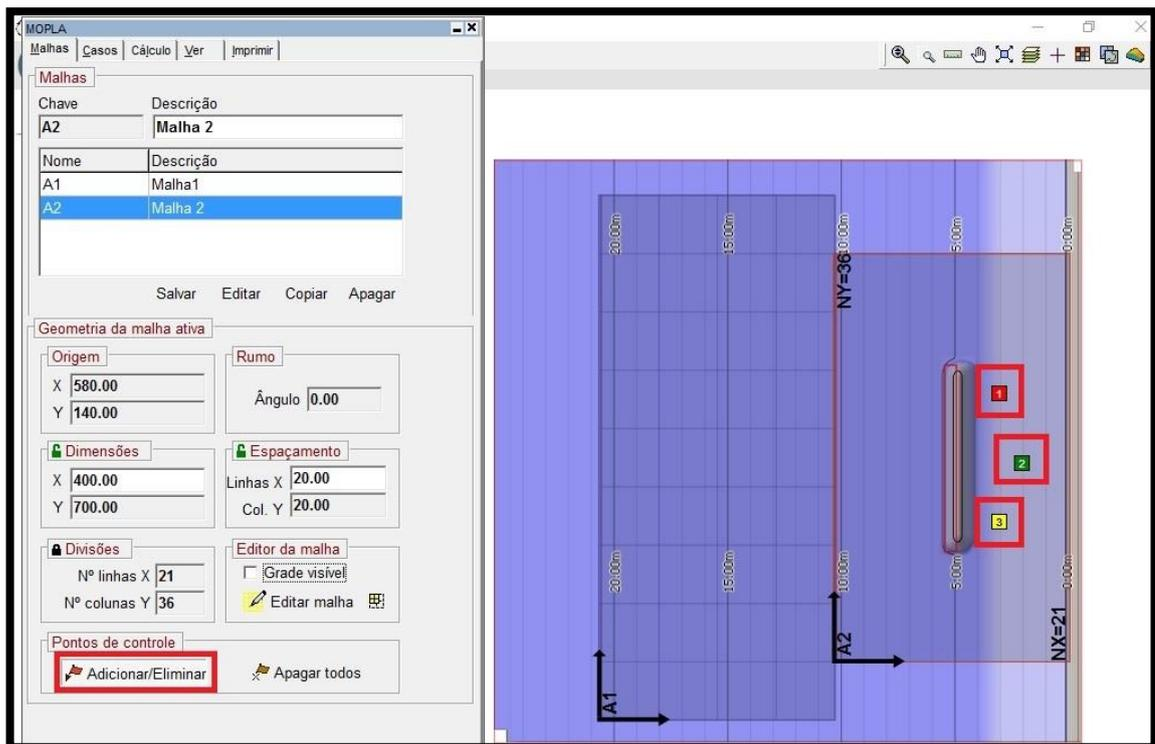

Figura 8 – Visão geral da janela do MOPLA, das duas malhas acopladas (A1 e A2) e dos três pontos de controle de correntes criados.
- Fim: estender até a coluna 9 da malha A1, sem soltar o botão esquerdo, e depois estender a malha até a praia seca, neste momento soltar o botão (ver Figura 8);
- 14) Gerar três pontos de controle das correntes próximos à praia. Para isso, clique na figura da bandeira ("Adicionar/Eliminar"), que aparece em "Pontos de Controle". Em seguida, escolha três pontos atrás do quebramar clicando com o *mouse* sobre a malha (Figura 8);